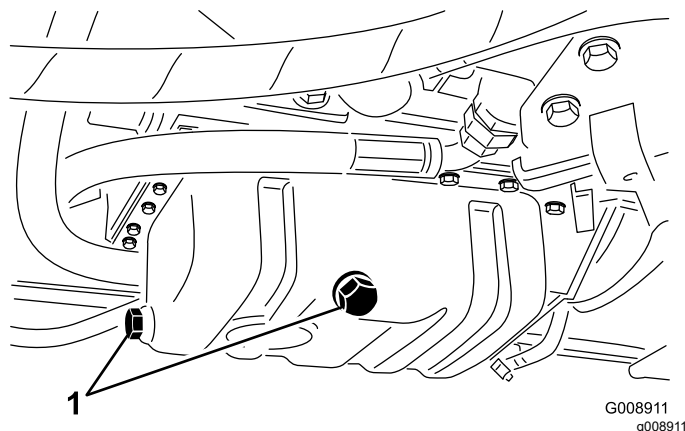

Figura 65
3. Retire cualquiera de los tapones de vaciado (Figura 65) y deje fluir el aceite a un recipiente apropiado; cuando todo el aceite se haya drenado, instale el tapón de vaciado.